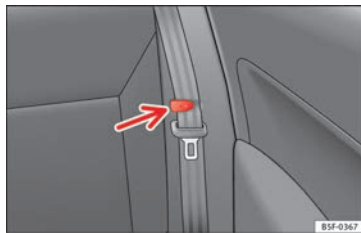

Fig. 153 Pince pour ceinture de sécurité.
- Placer les ceintures de sécurité latérales dans la pince du revêtement » **fig. 153**.